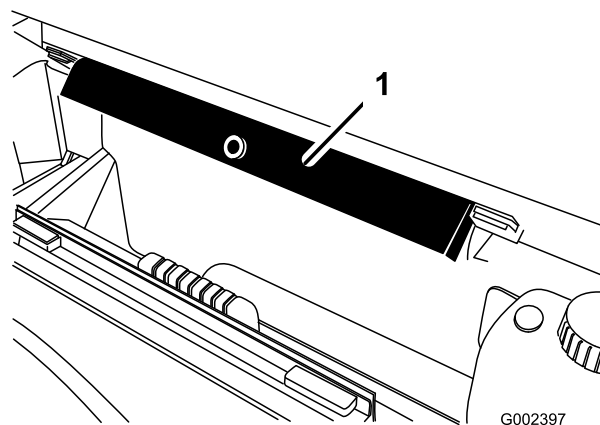

Рисунок 11
8. Извлеките опору кузова из кронштейнов хранения на задней стороне панели системы ROPS (Рисунок 11).